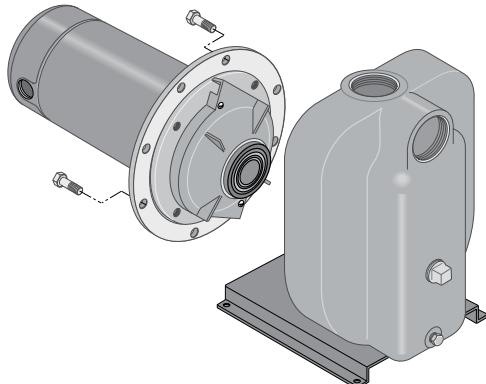

Figure 14 – Faites glisser l'arrière du moteur
5. Retirez les vis d'assemblage qui maintiennent la plaque d'étanchéité au corps de pompe. L'ensemble moteur et la plaque d'étanchéité peuvent maintenant être retirés du corps de pompe (figure 14).